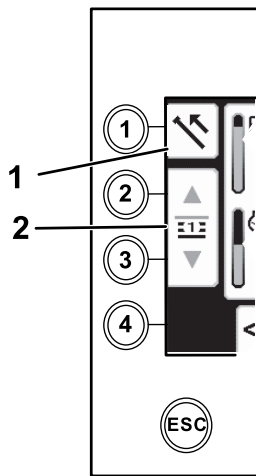

Рисунок 13
1. Нажмите кнопку 1 для выбора опции втягивания трубы (Рисунок 13).
2. Нажмите кнопки 2 и 3 для выбора ряда, в который вы хотите поместить трубу (Рисунок 13).